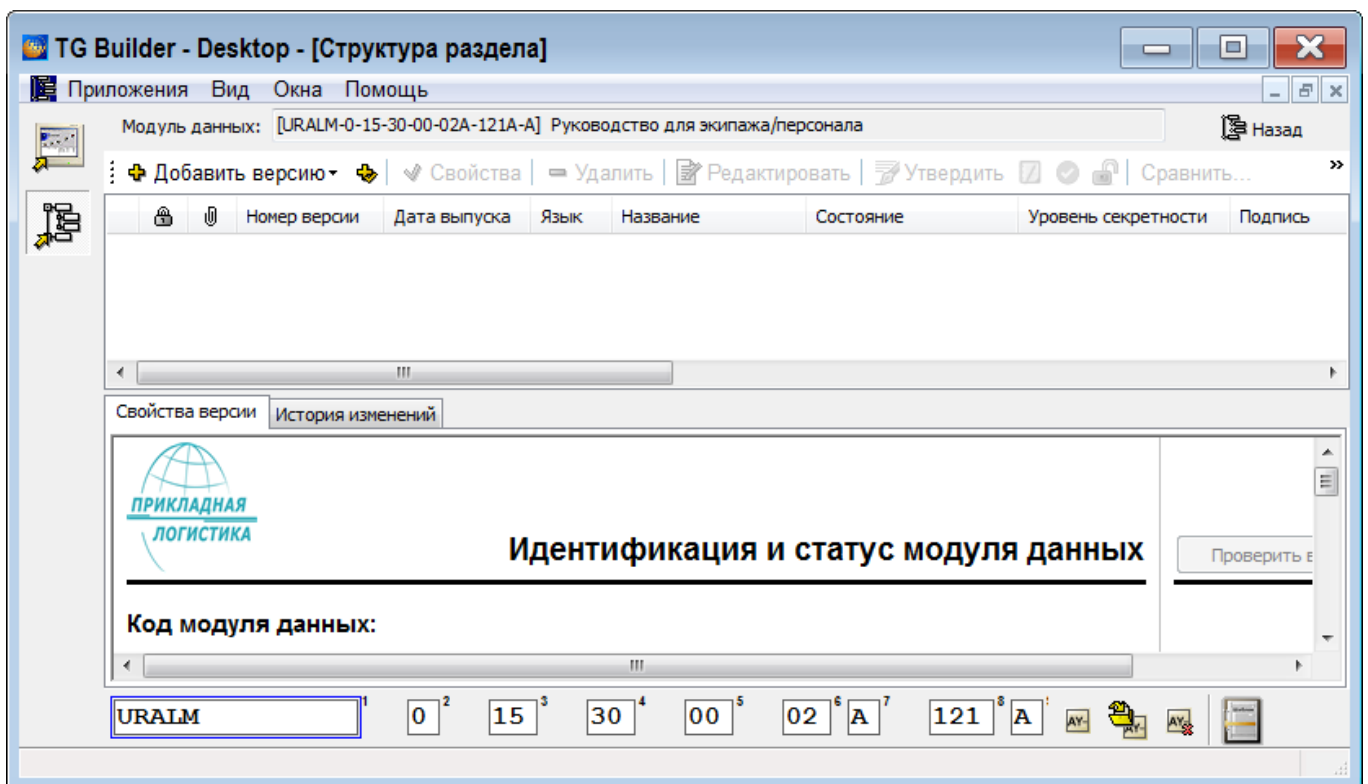

Рисунок 515
5) Выделите модуль данных. Войдите в редактор версий модуля данных, выбрав инструмент **Редактировать** в правой части диалогового окна **Структура раздела** или щелкните два раза левой кнопкой мыши по прямоугольнику элемента. Открывшееся диалоговое окно редактора версий состоит из двух окон (рисунок 515).